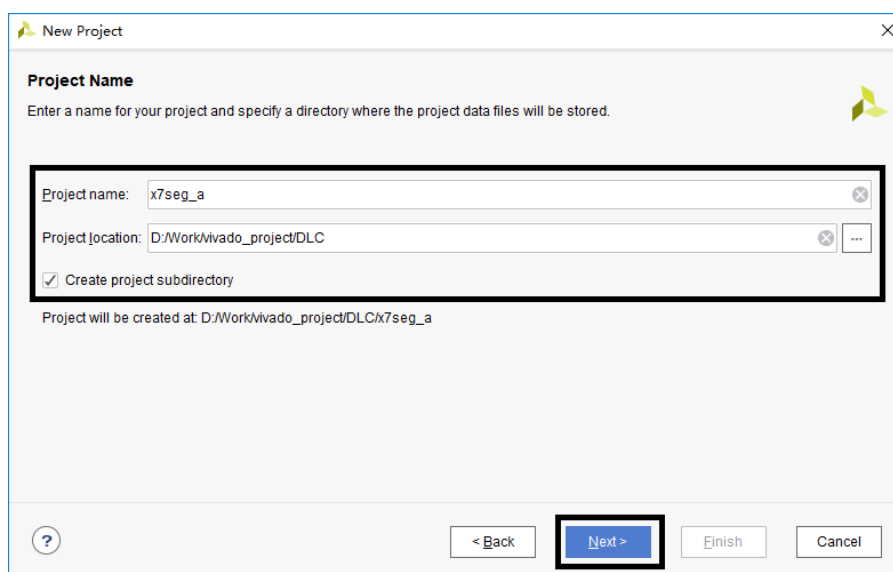

图 1-3 Project Name 窗口
(3). 在 Project name 文本框中, 输入 x7seg\_a 作为工程名; 在 Project location 文本框中选择 D:/Work/vivado\_project/DLC 作为工程路径(工程路径可自行定义); 勾选 Create project subdirectory 在工程路径下生成一个名为 x7seg\_a 的文件夹, 用于保存该工程所有文件。如图 1-3 所示, 点击 Next 进入下一步。